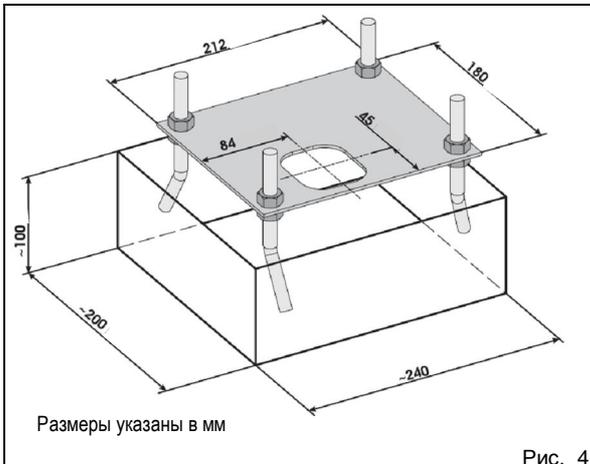
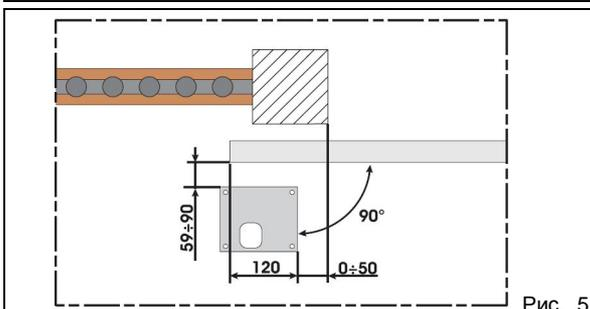
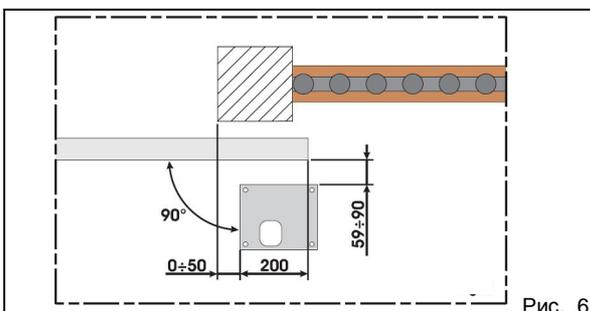

Рис. 4
Рис. 5
Рис. 6
2. Выкопать яму под монтажную панель, как показано на рис. 4. Расположить панель согласно рис. 5 (закрытие вправо) или рис. 6 (закрытие влево), чтобы обеспечить правильное зацепление шестерни и зубчатой рейки.
2) Привод поставляется готовым к работе для случая, когда ворота закрываются вправо (если смотреть изнутри), как показано на рис. 5. Чтобы установить привод на ворота, открывающиеся влево, следует поменять местами провода питания электродвигателя.